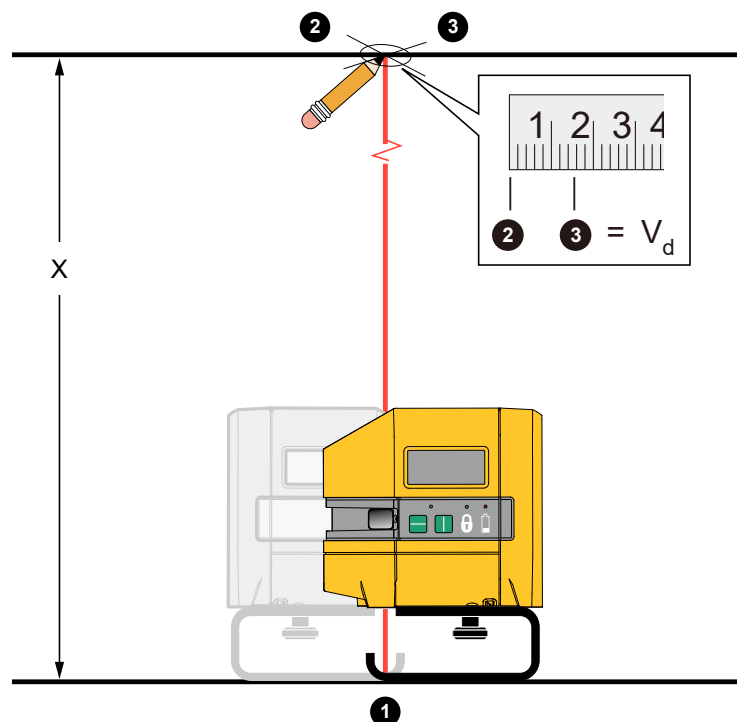

Figur 8. Vertikal lasers nøjagtighed
3. Placer en krydsmarkering (markering 1) på gulvet centreret på markeringen i døråbningen. Se Figur 8.
7. Placer en krydsmarkering ① på den øverste dørkarm oven over markering 1.
9. Placer endnu en krydsmarkering ② på den øverste dørkarm oven over markering 1.